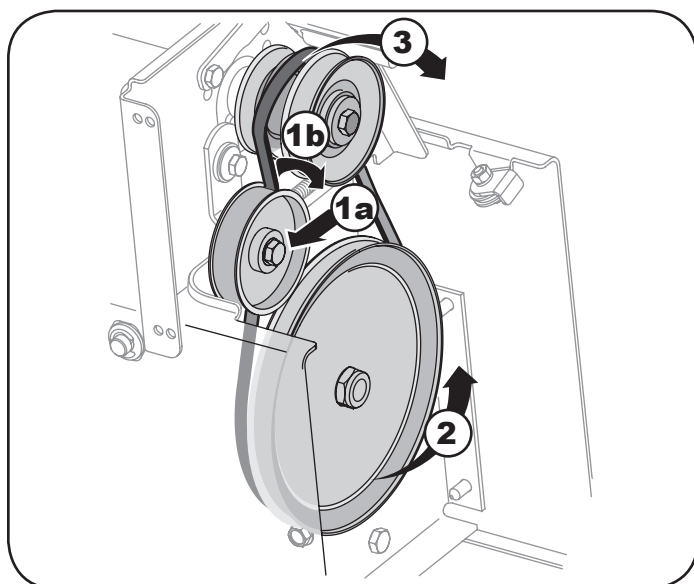

Figura 28
- Tire de la polea loca separándola de la parte posterior de la correa de transmisión para aflojar la tensión. Vea la Figura 28.